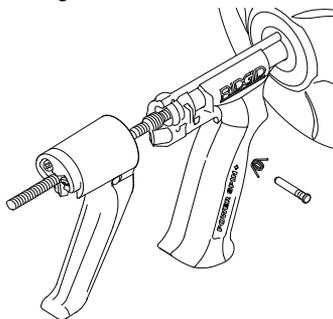

Abbildung 10 – Auslöserbaugruppe
1. Drücken Sie das nicht mit einem Kopf versehene Ende des Stifts durch den Auslöser und entfernen Sie den Auslöser vom Griff (Abbildung 10). Die Feder nicht lösen.
10. Montieren Sie Feder und Auslöser und sichern Sie beides mit dem Stift (Abbildung 10).